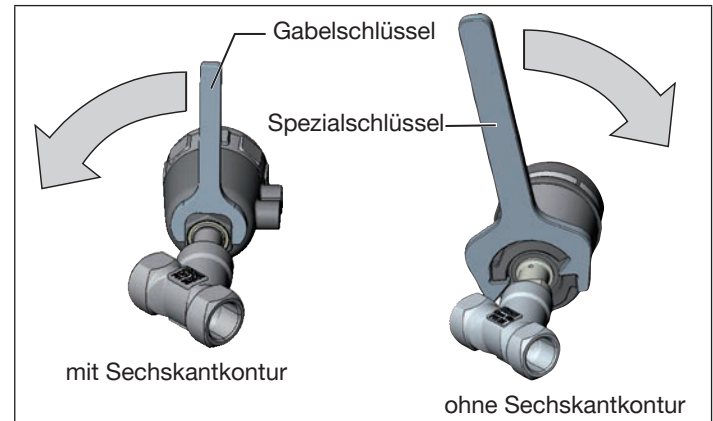

Bild 15: Drehen mit Spezialschlüssel / Gabelschlüssel
▶ Antriebsmodul nur im vorgegebenen Richtungssinn drehen (siehe „Bild 15“).